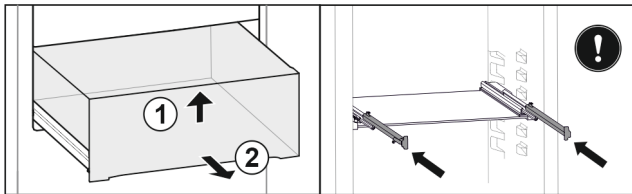

Fig. 27 *
- ▶ Поднимите выдвижной ящик спереди Fig. 27 (1)*
- ▶ Извлеките движением вперед Fig. 27 (2)*